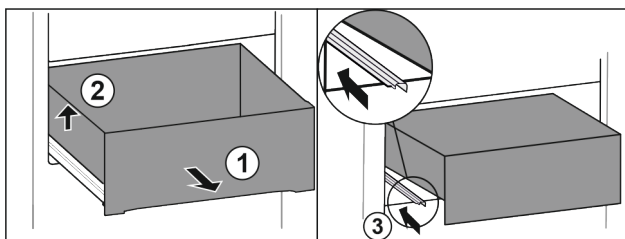

Fig. 96
- ▶ Lade tot de aanslag eruit trekken. Fig. 96 (1)
- ▶ Lade links optillen. Fig. 96 (2)
- ▶ Linker rail erin schuiven. Fig. 96 (3)